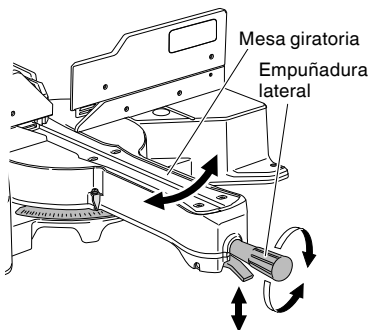

Fig. 35
- (1) Gire la mesa giratoria hasta el ángulo de ingletes que necesite.
- (2) Una vez ajustada al ángulo deseado, apriete la empuñadura lateral. (Fig. 35)